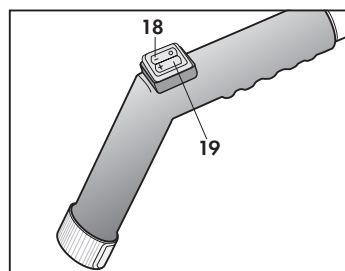

Fig. 10
c) Após aproximadamente 2 minutos do accionamento do aquecimento na caldeira apertar a tecla vermelha de vapor (18) na empunhadura (Fig. 10) e descarregar o ar porventura contido na caldeira e a condensação durante cerca de 10 segundos.
d) Quando o sinalizador verde (E) acender o gerador está pronto para ser usado.